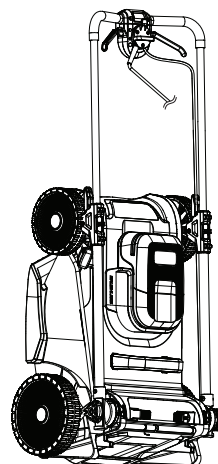

Fig. 22
- Guarde o corta-relva numa posição plana ou na vertical (Fig. 22).